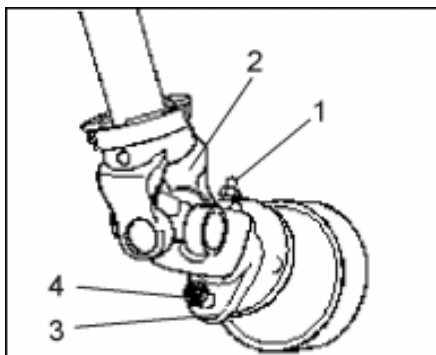

Fig. 10
- Lossa smörjnippel (Fig. 10/1) och montera kraftöverföringsaxeln (Fig. 10/2)
- Fäst anslutningsgaffeln (Fig. 10/3) med brytbulten (Fig. 10/4)
- Drag åt smörjnippeln (Fig. 10/1)